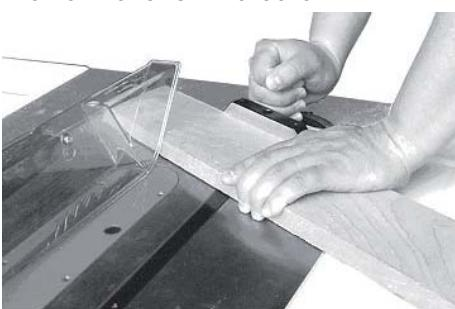

Рис. 35
- Поперечный распил, выполняемый под углом к кромке заготовки, называется спилом под углом  $45^\circ$  (рис. 35).